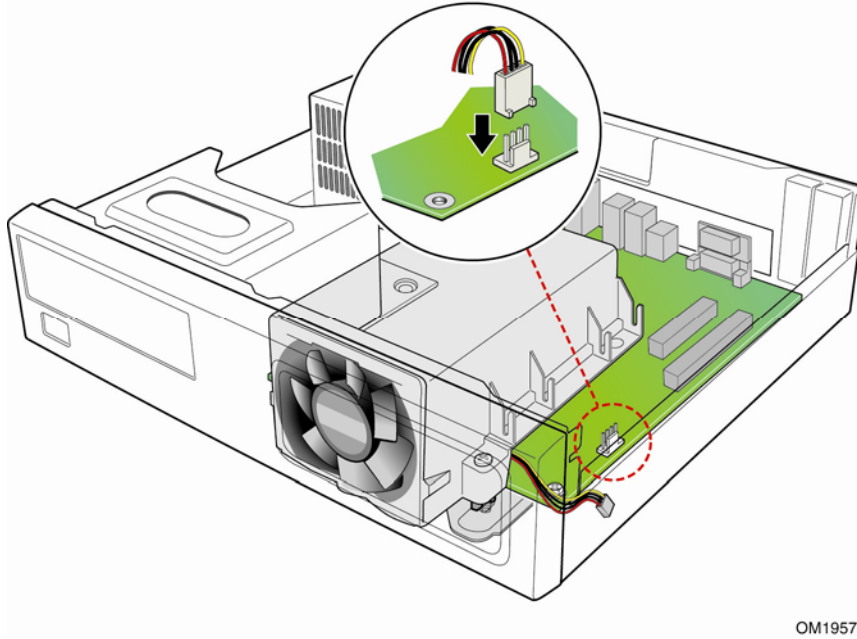

图 15. 连接温度模块风扇电缆
5. 将温度模块风扇电缆连接到台式机主板上的 4 针处理器风扇接头连接器（参见图 15）。